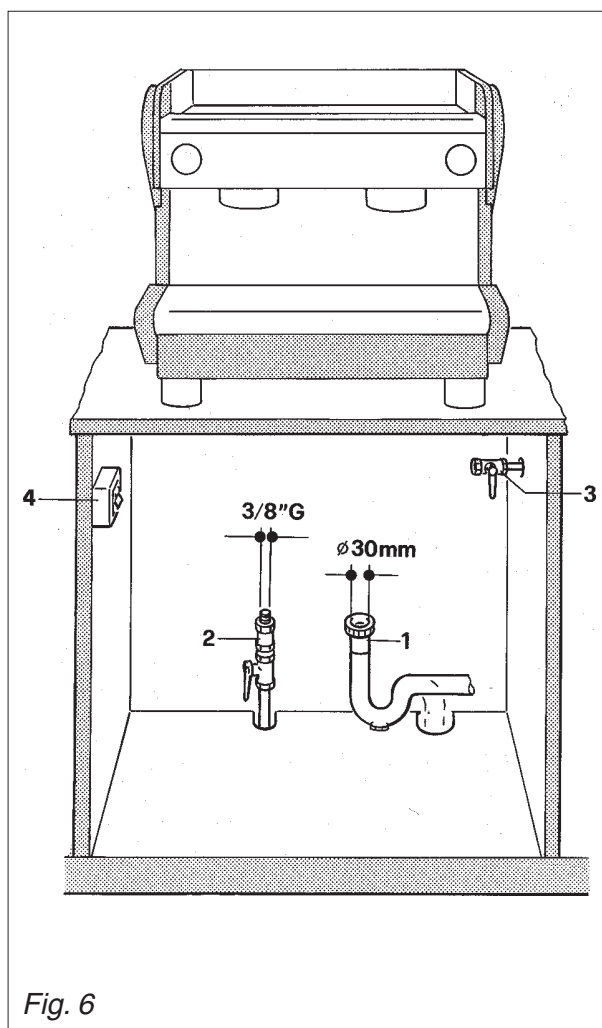

Fig. 6
6.1.1. Alimentation hrydrique et gaz (Fig.6)
Dans les deux cas, prédisposer, en amont du câble d'alimentation, un interrupteur différentiel automatique, 4 (Fig. 6), équipé de déclencheurs magnétiques, selon les données reportées sur la plaquette d'identification de la machine (Fig. 1). Les contacts doivent avoir une ouverture supérieure ou égale à 3 mm.